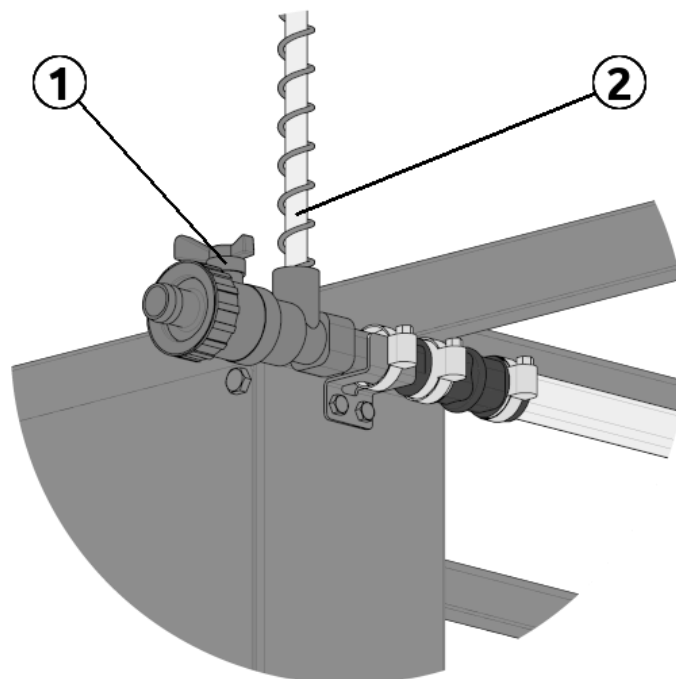

Рисунок 2.11
Опционально, линии поения комплектуются концевым узлом слива (рис.2.11). Это пластиковый запорный кран (1), соединенный с линией труб поения, в котором предусмотрено установку шланга визуального контроля (2).